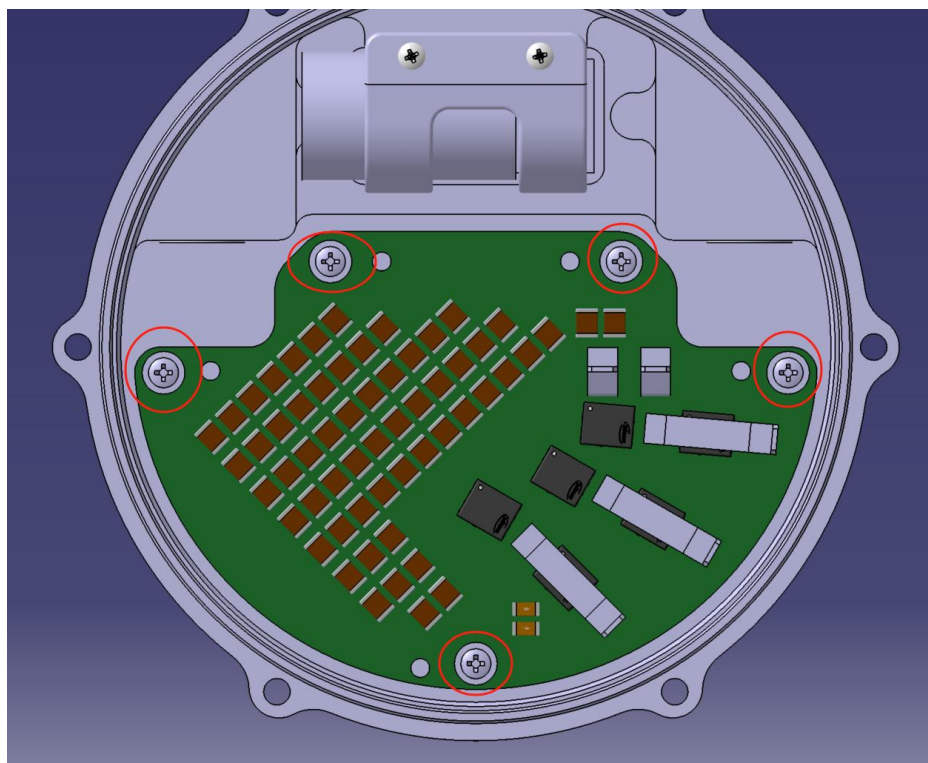

图 2-1 驱动器 3D 模型
- 1) 在安装板的背面标注螺孔位置，孔间距参考图 2-1 如图，散热片孔规格为 $\Phi 3.5$  通孔。